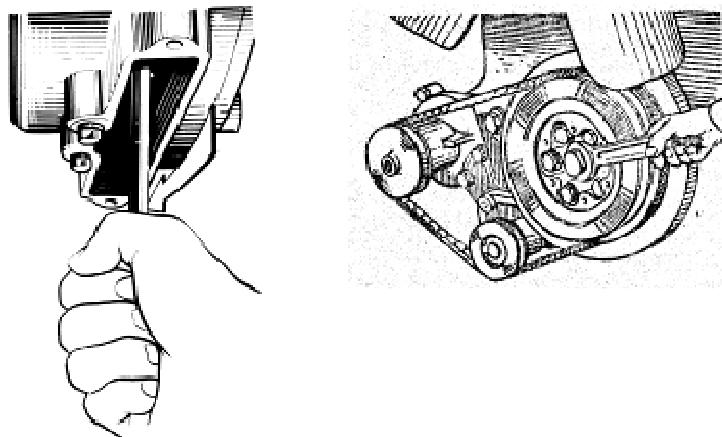

Рис. 55. Проворачивание коленчатого вала
4. Проворачивая коленчатый вал по часовой стрелке (при виде со стороны вентилятора) спереди ключом за болт крепления шкива или сзади воротком за маховик через люк в нижней части картера маховика, используя отверстия в маховике (рис. 55), установить момент, когда выпускной клапан первого цилиндра полностью поднимется (то есть закроется). Продолжая вращать коленчатый вал, повернуть его еще примерно на 1/3 оборота ($\approx 120^\circ$). Это положение коленчатого вала соответствует такту сжатия в первом цилиндре и оба клапана этого цилиндра будут закрыты.
Вращать коленчатый вал можно ключом за болт крепления шкива коленчатого вала или ломиком за отверстия в маховике (рис. 55) при снятой крышке люка картера маховика.